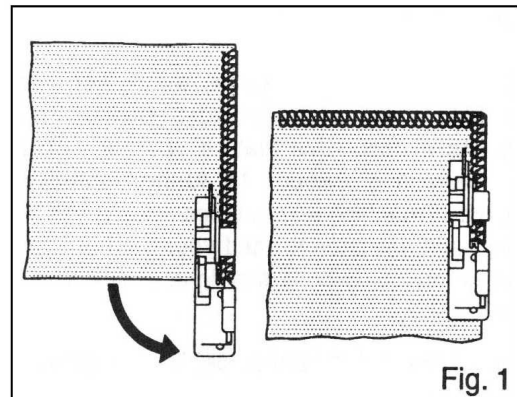

Fig. 1
3. Drehen Sie den Stoff, senken Sie den Nähfuß wieder ab und nähen Sie in der neuen Richtung weiter (siehe Abb. 1).